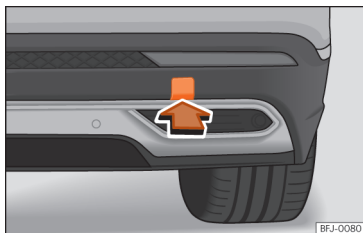

Рис. 227 Кришка на правому боці заднього бампера
Нарізний отвір для буксирувального вушка розташований на правому боці заднього бампера за кришкою » **рис. 227**.
- Натисніть на нижній край кришки » **рис. 227**.